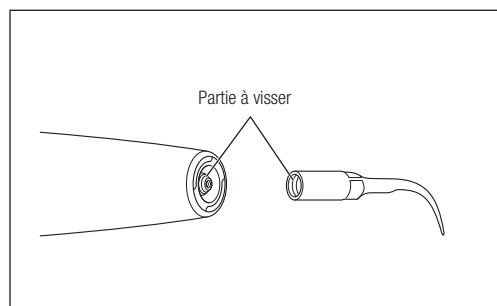

Fig. 14
- 1) Vérifiez que les parties à visser de la pièce à main et de l'insert sont propres (Fig. 14).